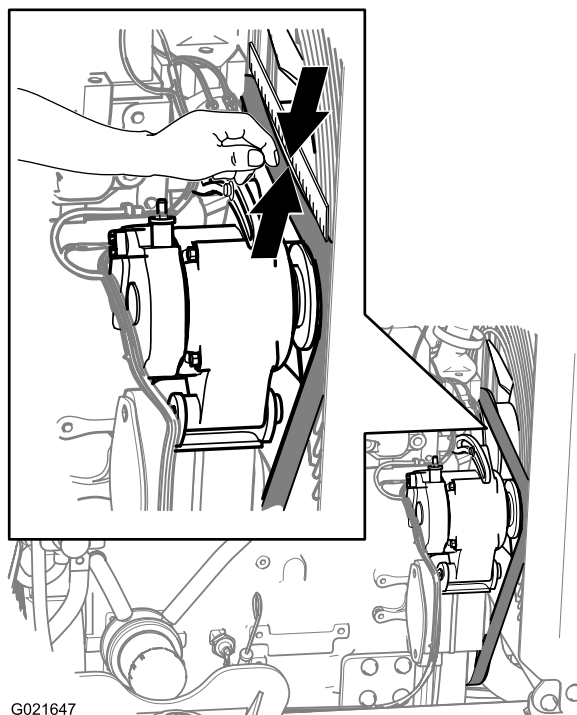

Figura 142
3. Inspeccione la correa en busca de cortes, grietas, hilos sueltos, grasa o aceite, y compruebe que no está torcida ni muestra señales de desgaste anormal (Figura 142).
3. Coloque una regla sobre la correa de transmisión y sobre las poleas, según se muestra en la Figura 142.
4. Presione hacia abajo sobre la correa en el punto intermedio entre la polea del ventilador y la polea del alternador, según se muestra en la Figura 142.